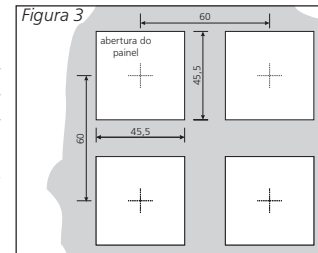

Figura 3
1. Fazer uma abertura no painel com as medidas indicadas na figura 3.